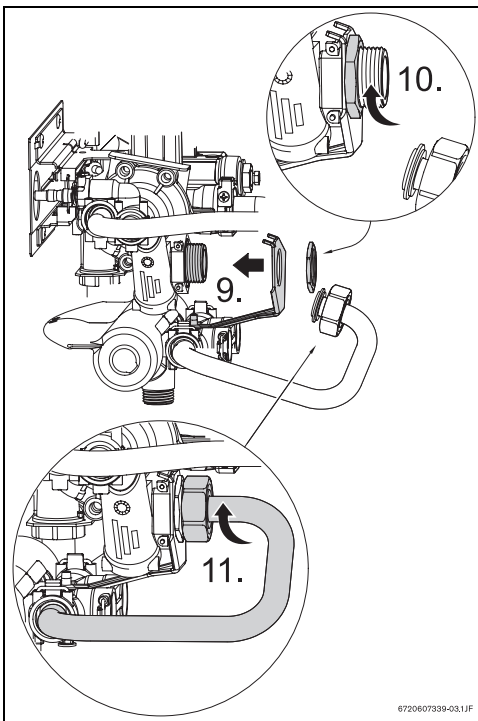

Fig. 3
- Poser la pièce accessoire sur l'appareil (→Fig. 3, pos. 9).
- Serrer à fond l'écrou (→Fig. 3, pos. 10).
- Effectuer le raccordement d'eau froide entre le mélangeur et l'appareil (→Fig. 3, pos. 11).